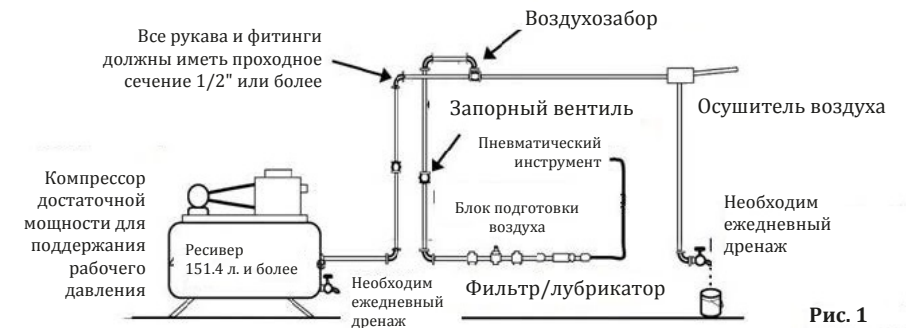

Рис. 1
2. Затем подключите другой конец рукава с фитингом к блоку подготовки воздуха (фильтр + лубрикатор), к инструменту и включите компрессор (рисунок 1).